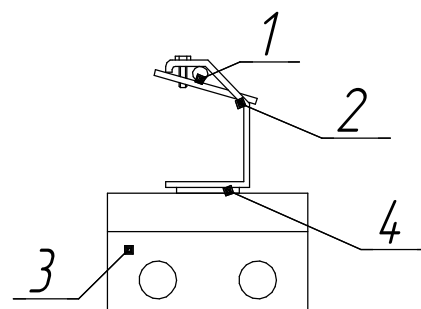

Рис.3 Подвес на трос распредел.коробки:
4.4 Распред.коробка подвешивается на трос (см. рис.3 приложение А).